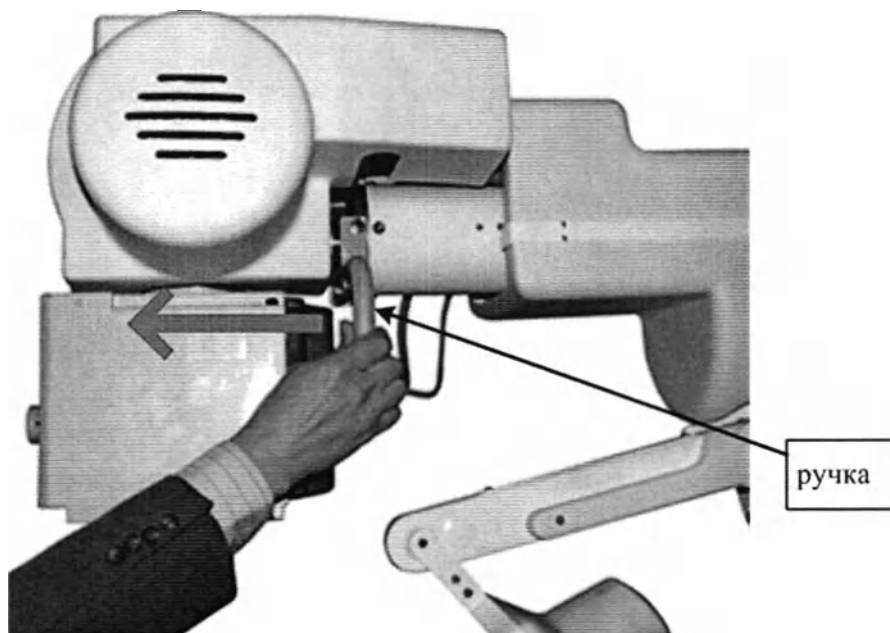

Рисунок 4.3 – Поворот излучателя
1. возьмитесь за ручку 1 (см. Рисунок 4.3) и поверните ее на себя. При этом фиксатор положения излучателя разблокируется;